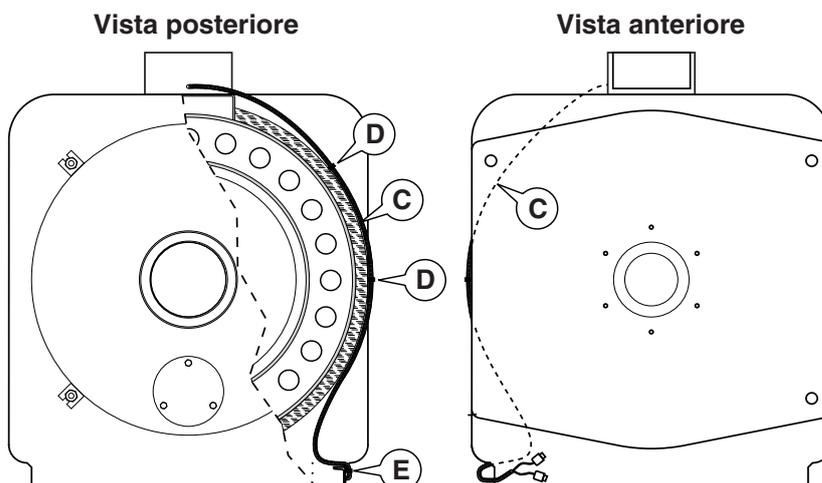

Fig. 11-3
- Utilizzando le viti in dotazione, montare in opera la base dei supporti D ed E del cavo C approssimativamente nelle posizioni indicate in fig. 11-3 e rispettando le quote di fig. 11-4, farvi passare il cavo e bloccarlo con il cavalletto superiore.